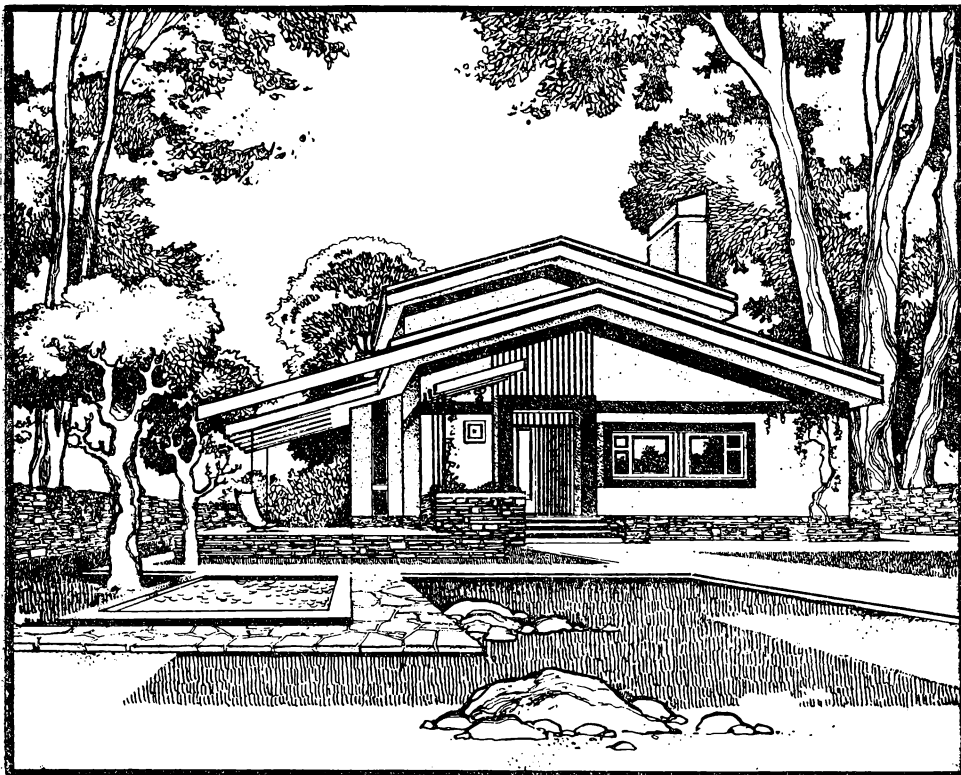

Рис. 12. Водоем в сочетании с террасой для отдыха и перголой
**Садовый водоем** (рис. 12). Гидроизоляцию дна выполняют из толя и фольги или в виде